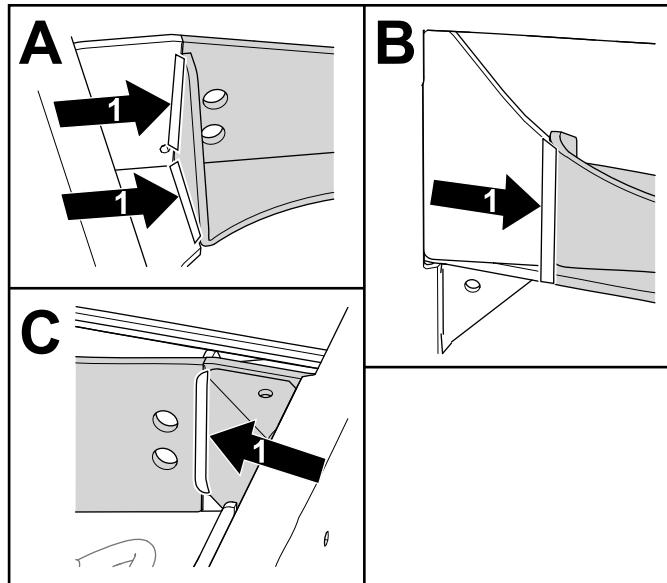

Figura 15
- Suelde el soporte del eje al bastidor en las áreas que se muestran en la Figura 15. Repita el procedimiento en el otro lado.